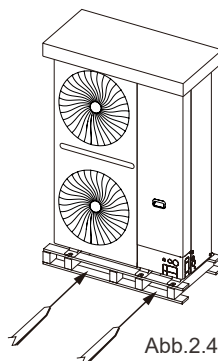

Abb.2.4
- Um das Gerät mit einem Gabelstapler zu bewegen, führen Sie die Gabeln in die Öffnung an der Unterseite des Geräts ein, wie in Abbildung 2.4 gezeigt.